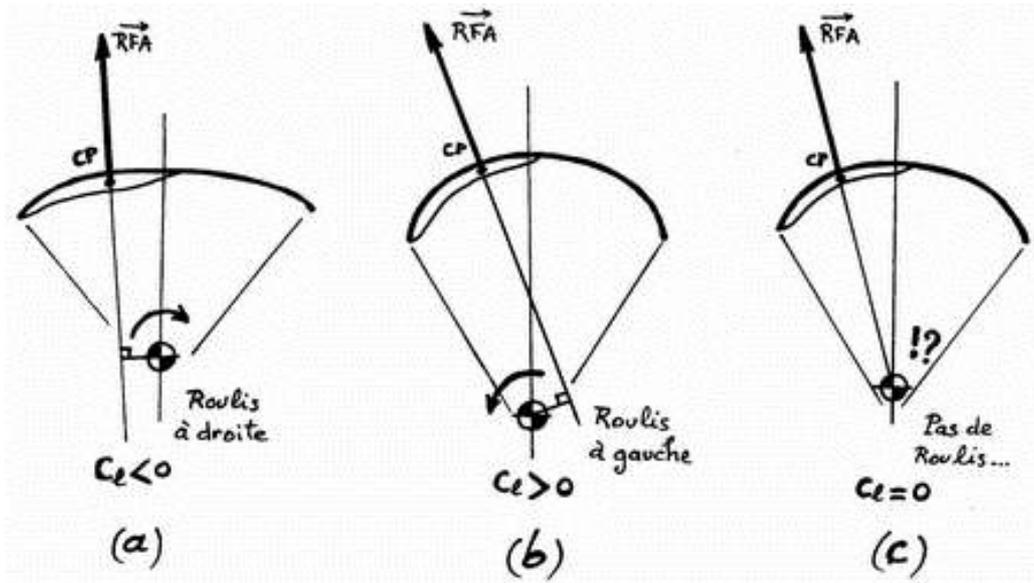

figure 3 : moment de roulis en fonction de la voûte et du suspentage
Pour tout aéronef, les mouvements de rotation s'effectuent autour du centre de gravité (CG), et peuvent être caractérisés par le moment de rotation autour de ce point (le coefficient de moment se note C_l dans le cas du roulis). Tout dépend de la forme de la voûte et de la hauteur de suspentage. La figure 3 explique pourquoi l'action sur un frein provoque une mise en virage plus ou moins prononcée, ou un roulis inverse sur une voile dont la voûte est trop « plate ».